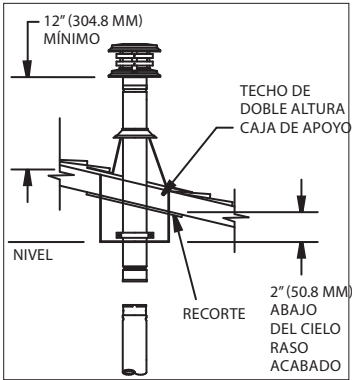

Figura 22
9. Conecte la cantidad necesaria de secciones de tubería para llegar a la estufa en un punto donde la tapa esté al menos 12" (304.8 mm) por encima del techo (**Figura 22**).